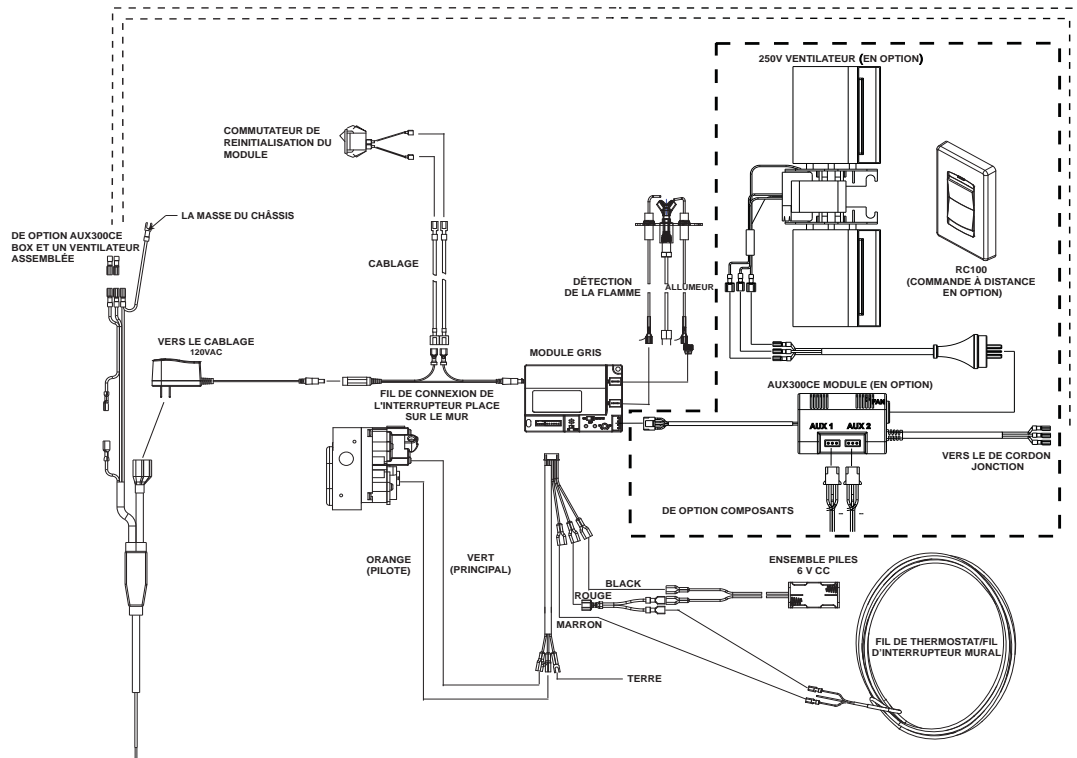

Figure 12.1 Schéma de câblage d'allumage par pilote (IPI) vv Plus™ avec interrupteur mural ou thermostat
- Consultez la Figure 12.1, Schéma de câblage d'allumage par pilote IntelliFire Plus™ (IPI).